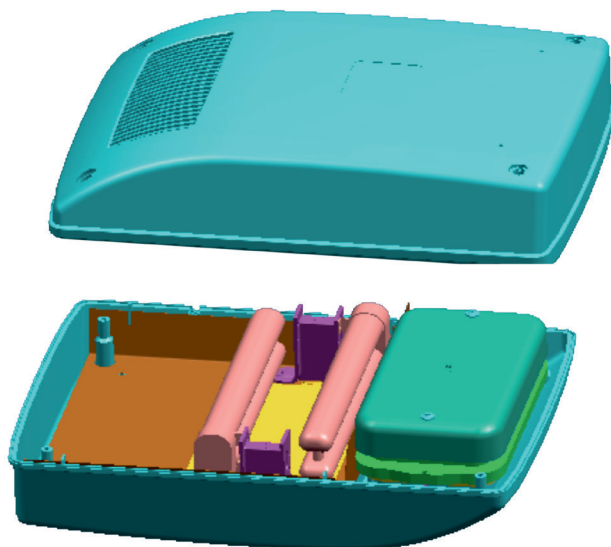

Рис.7
- выполнить действия п. 8.3 (разъединение панелей передней и задней рециркулятора) (рис. 7);
- вынуть неисправный вентилятор из панели (рис. 7а);
Рис.7а